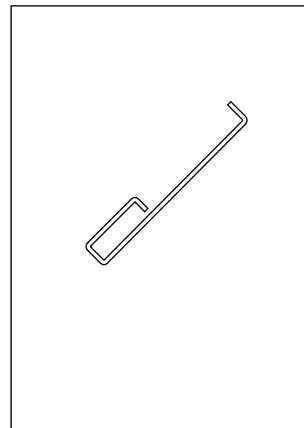

Рисунок 3.
4. **Зажгите щепки и закройте дверцу.** Силу тяги можно регулировать путем открытия зольника. Печь не предназначена для эксплуатации с открытой дверцей топки. **Внимание! При эксплуатации ручки нагреваются. Для открывания и закрывания дверцы топки и зольника используйте поставляемое приспособление (рисунок 3).**